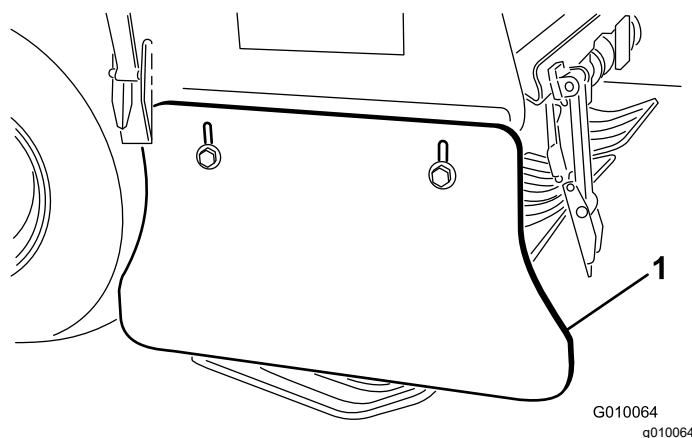

Рисунок 67
2. Ослабьте болты и гайки крепления боковых щитков к раме (Рисунок 67).